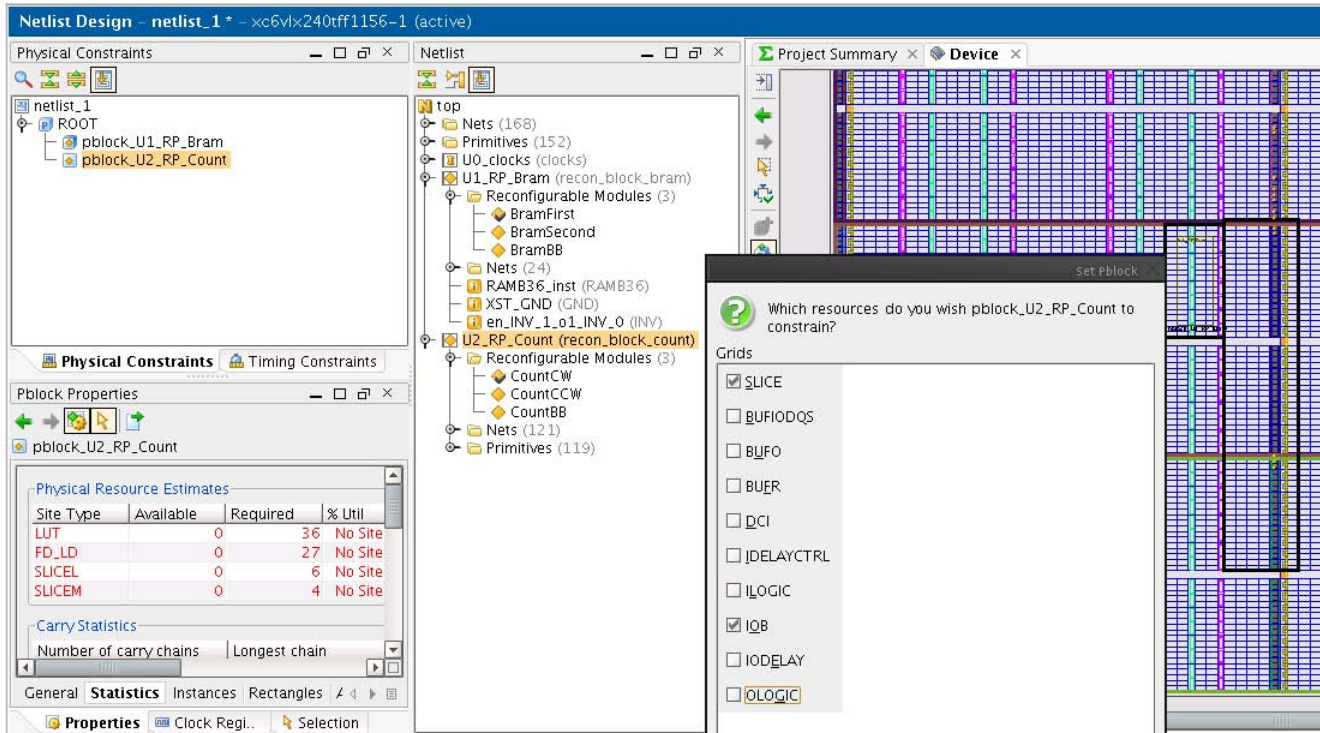

図 13：Pblock リソース (pblock_U2_RP_Count) の設定
3. 長方形を描画したら、図 13 のように [SLICE] と [IOB] リソースをオンにします。
7. U1_RP_Bram に必要な RAMB36 が AREA_GROUP 範囲内にあるかどうかを確認します。[Physical Constraints] ビューで pblock_U1_RP_Bram をクリックし、[Statistics] をクリックします (図 13)。RAMBFIFO36E1 の使用可能な数が必要な数を超過していることがわかります。